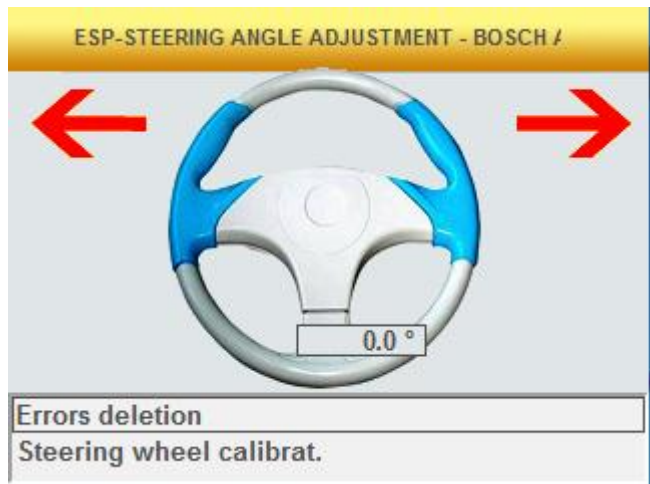

Fig.14
- d. Das Instrument kommuniziert mit dem Fahrzeug. Vergewissern Sie sich, dass das Symbol oben rechts aktiv ist (*A) (fig.14).